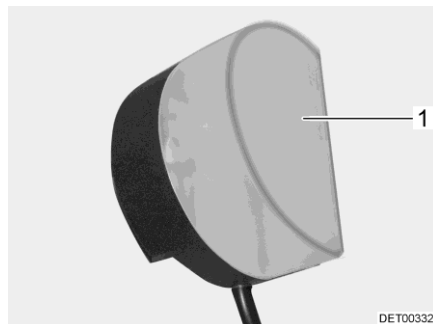

Fig. 194 Luce armadio guardaroba
- Comprimere leggermente e rimuovere la copertura della lampada (Fig. 194,1).